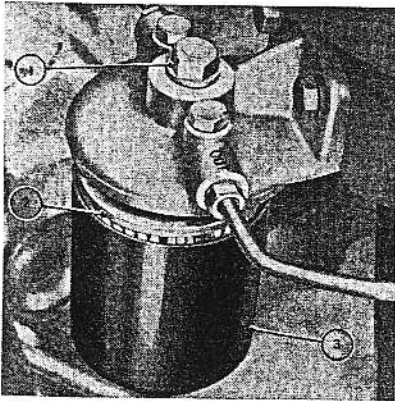

Fig. 27
2. Maak de bevestigingsbout boven of onder de filter los (fig. 27 en 28) en verwijder het filterelement en filterhuis.